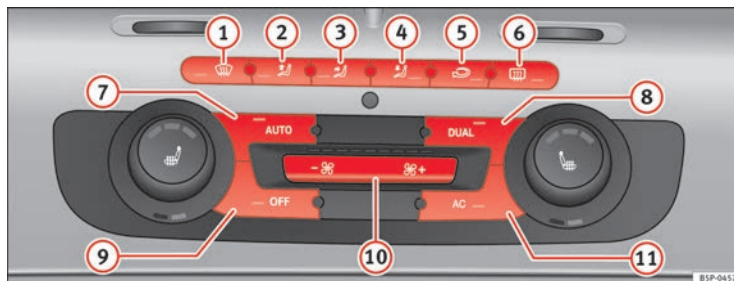

Fig. 109 Mandos del 2C-Climatronic en el tablero de instrumentos
- Gire las rulinas de regulación de temperatura ⇒ página 157, fig. 109 para ajustar la temperatura del lado izquierdo y derecho respectivamente.
- Pulse la tecla  ⇒ **página 157, fig. 109**. Aparece “AUTO High” en el display de la radio (velocidad de turbina alta).
- Pulse de nuevo la tecla  ⇒ **página 157, fig. 109**. Aparece “AUTO Low” en el display de la radio (velocidad de turbina baja).